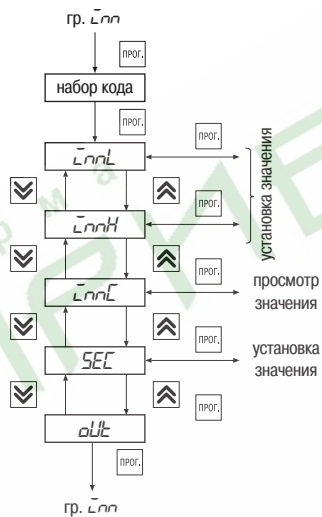

Рис. 20
6.2.2.7. Группа «Ln» предназначена для задания числа импульсов при перемещении задвижки или затвора из одного конечного положения в другое (рис. 20). Код доступа для этой группы «_55».